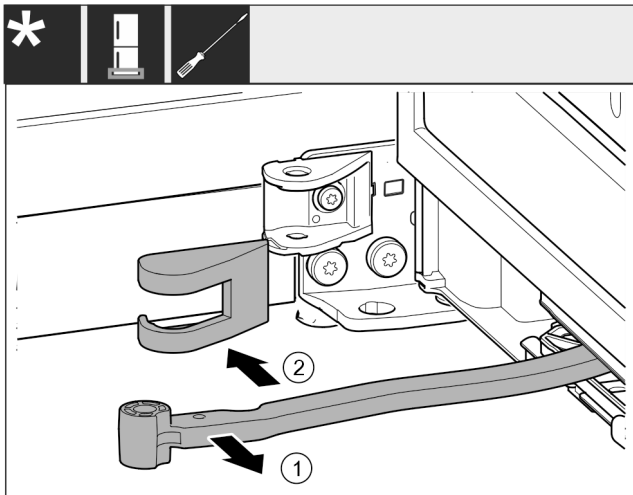

Fig. 18
- Tourner la jointure Fig. 18 (1) en direction de la porte.
- Retirer le cache du support de palier Fig. 18 (2).